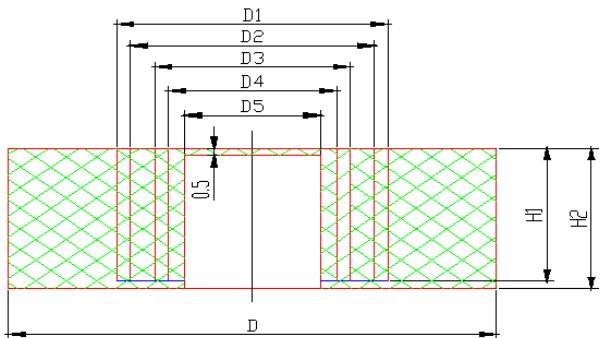

图 2 密封圈示意图
- 5.12 压缩机接线盒电缆引入装置的密封圈因老化变形，应向制造商购买。见图 2